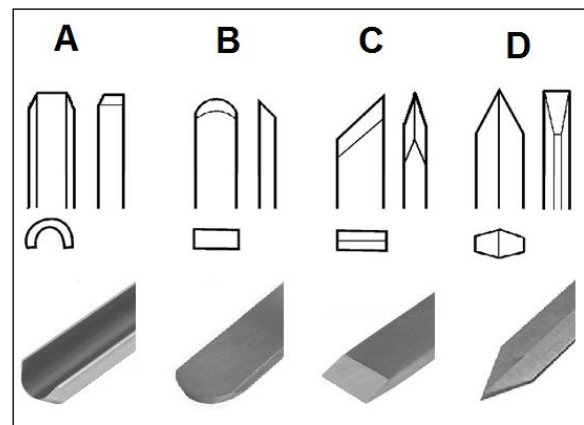

Fig 7
**Drechselröhre (A, Fig 7)**
**Schaber (B, Fig 7)**
**Schrägmeißel (C, Fig 7)**
**Abstechstahl (D, Fig 7)** Wird verwendet um direkt in das Werkstück einzutauchen, z.B. beim Einstechen auf Mass, Hinterdrehen, und Abstechen.